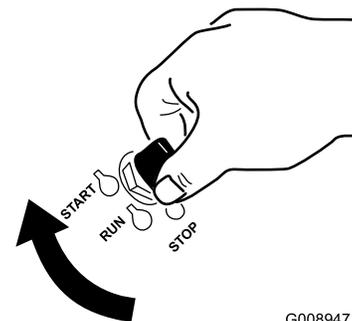

Figure 21
1. Relevez l'arceau de sécurité et bloquez-le en position, asseyez-vous sur le siège et attachez la ceinture de sécurité (Figure 21).
2. Ouvrez lentement le robinet pour égaliser la pression dans le réservoir (Figure 21).
3. Amenez les commandes de déplacement en position de VERROUILLAGE AU POINT MORT (Figure 21).
5. Placez la commande des lames (PDF) en position DÉSENGAGÉE (Figure 21).
6. Déplacez la commande d'accélérateur au 3/4 de sa course entre les positions BAS RÉGIME et HAUT RÉGIME (Figure 21).
7. Tournez la clé à la position DÉMARRAGE (Figure 21). Relâchez la clé quand le moteur démarre.